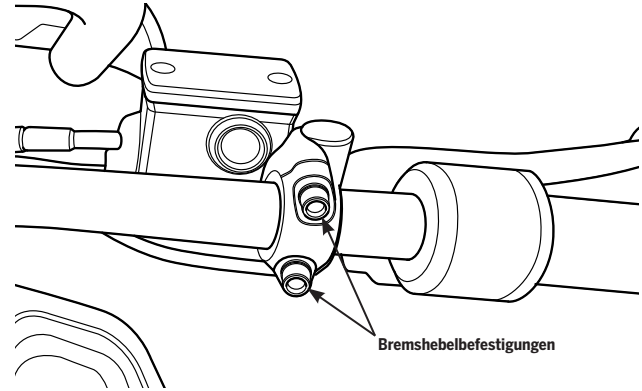

Abbildung 52: Bremshebelbefestigungen
3. Lösen Sie mit einem 5-mm-Innensechskantschlüssel die beiden Schrauben an der Bremshebelklemme (**Abbildung 52**).